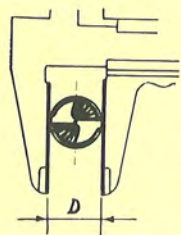

Fig. 1
- a) le più usate sono quelle ad elica il cui ϕ si misura sulle fasce di guida (fig. 1);